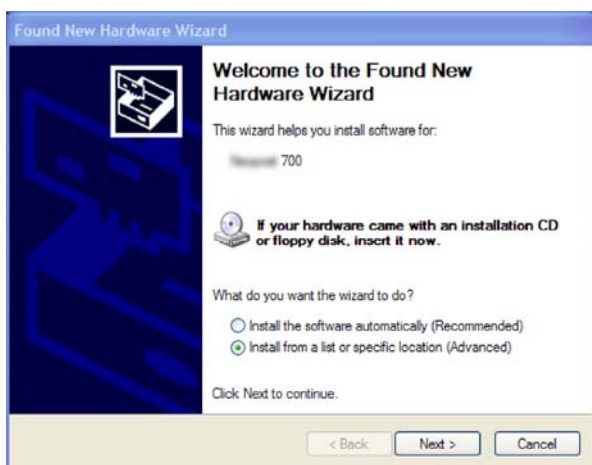
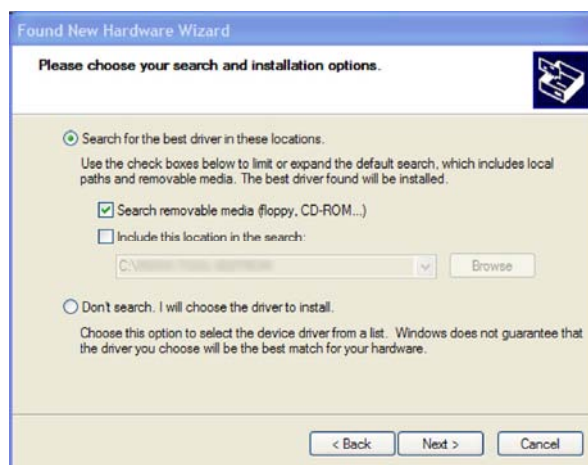

Abbildung 32: Assistent für das Suchen neuer Hardware
Abbildung 33: Empfohlene Installationsoption
- Wählen Sie die Installationsarten wie in Abbildung 32 und Abbildung 33 gezeigt. Der Assistent durchsucht die CD-ROM nach Druckertreibern und installiert diese.